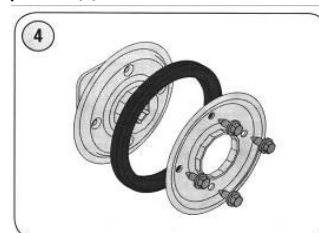

Рис.22
- Выньте резиновую прокладку и закрепите новую прокладку между пластинами (см. рис. 22).